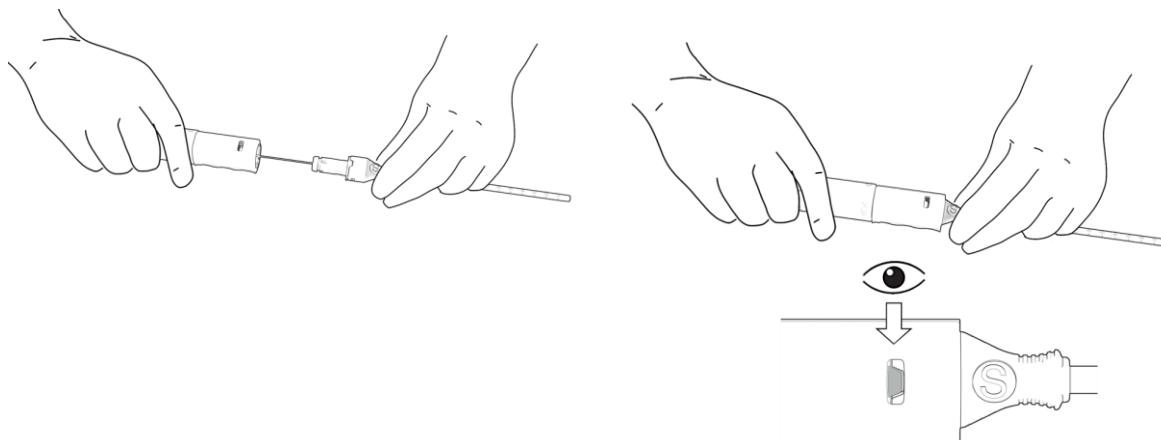

Figura 10. Inserción del dispositivo de cierre PerQseal+ en la vaina introductora
- c. Sosteniendo el conector de la vaina introductora con una mano y el mango del dispositivo con la otra, avance con cuidado el mango del dispositivo. Asegúrese de que los indicadores de la vaina introductora y del mango estén alineados y que el montaje de la cánula de carga/conector de la vaina quede asegurado (con un clic) al mango del dispositivo. Observe el indicador verde en la ventana. Este confirma que el mango del dispositivo de cierre PerQseal+ se ha asegurado correctamente. Figura 10.